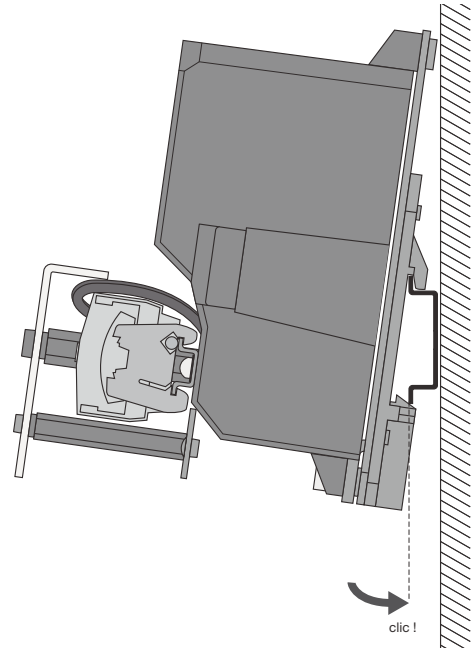

Fig. 11 : Montage du répéteur sur un rail profilé
- ▶ Montez le répéteur sur le rail profilé. Accrochez pour cela le cran de verrouillage supérieur du répéteur dans le rail profilé et appuyez le côté inférieur - voir figure 11 - sur le rail, jusqu'à enclenchement du cran de verrouillage.